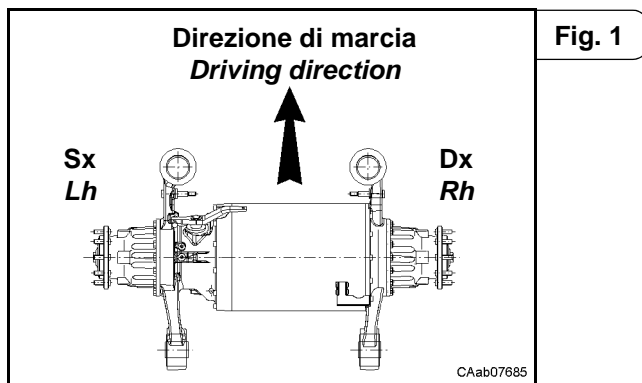

Fig. 1
**Lato sinistro (Sx):** parte sinistra del gruppo vista nel senso di marcia del veicolo (Fig. 1).
**Lato destro (Dx):** parte destra del gruppo vista nel senso di marcia del veicolo (Fig. 1).
**Left side (Lh):** it is the left side (left hand) of the unit considering the vehicle running conditions (Fig. 1).
**Right side (Rh):** it is the right side (right hand) of the unit considering the vehicle running conditions (Fig. 1).